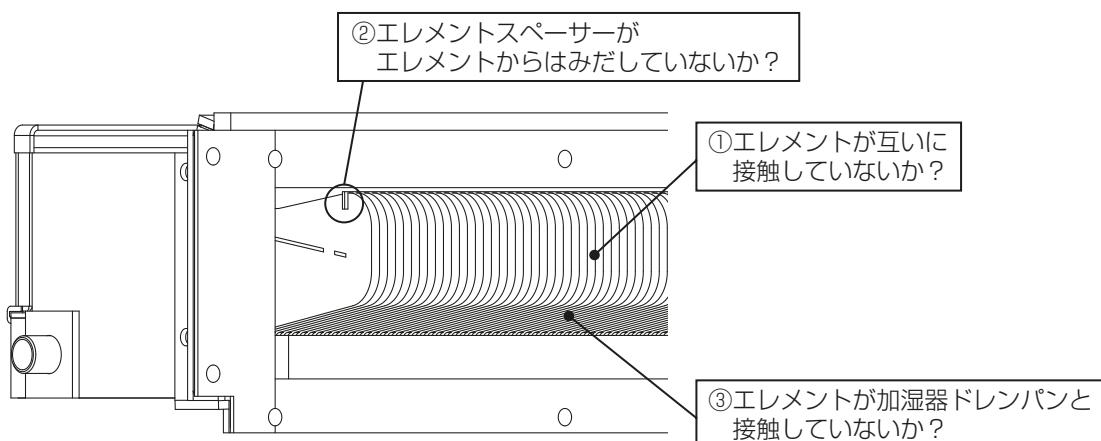

図14
3) 図14の①～③にしたがって、エレメントの状態を確認し、異常が認められる場合は修正してください。